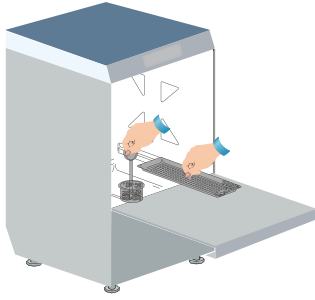

fig. 1
- Controle que el filtro de aspiración de la bomba esté bien alojado en su sede en el fondo de la cuba (ver fig. 1).
- Introduzca los filtros de superficie (ver fig. 1).